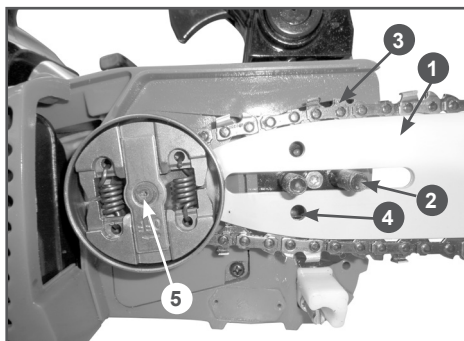

Рис. 3 Установка шины и цепи
4. Установите направляющую шину(1) на шпильки(2) так, как показано на Рис. 3 и сдвиньте ее в сторону муфты сцепления(5) для облегчения установки пильной цепи.
5. Установите пильную цепь на направляющую шину так, как показано на Рис. 3. При установке цепи следите за тем, чтобы режущая кромка зуба (3) была расположена вперед по ходу движения цепи, т.е. по часовой стрелке.
При установке крышки следите за тем, чтобы палец натяжения цепи совпал с отверстием (4) в направляющей шине (Рис. 3).